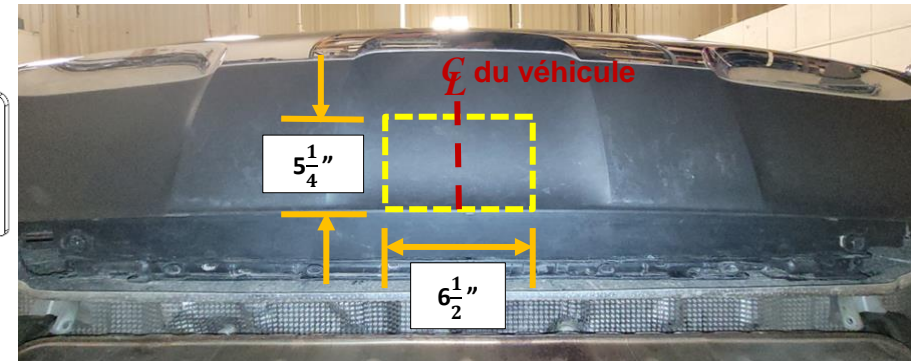

Figure 2
À l'aide d'un ruban à mesurer, d'un marqueur et d'une meule à rectifier, mesurer, marquer et découper le carénage inférieur comme illustré à la Figure 2.
5. Découper le carénage – À l'aide d'un ruban à mesurer, d'un marqueur et d'une meule à rectifier, mesurer, marquer et découper le carénage inférieur comme illustré à la **Figure 2**.